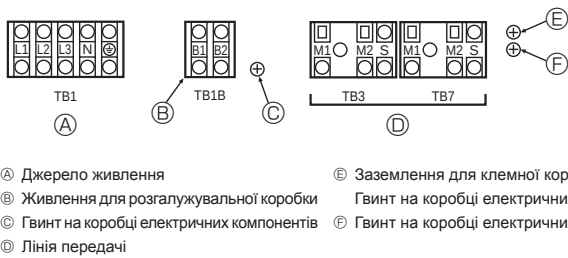

Fig. 6-1
6.2. Контрольна коробка та положення кабельного з'єднання (Fig. 6-1)